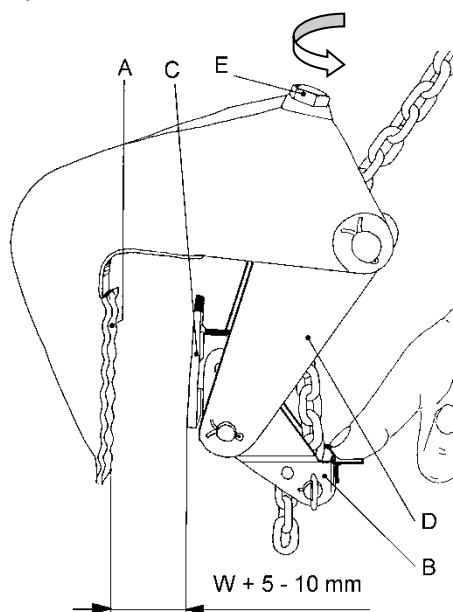
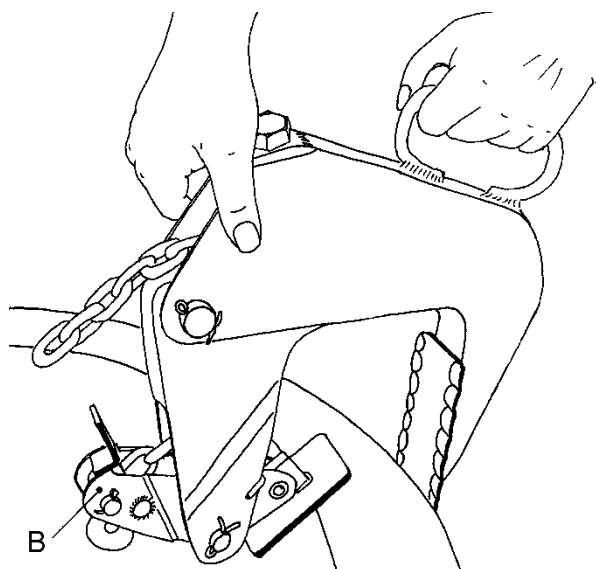

Fig. 3
Fig. 4
Aprire la pinza ruotando la vite di regolazione (E) (Fig. 3). Non superare l'ampiezza massima di apertura (vedi targhetta), poiché il dado della vite di regolazione non è fissato; pericolo di caduta! Posizionare le fascette sulla parete del tubo in modo che la leva angolare (B) si trovi all'interno (Fig. 4). Spingere la leva angolare (B) verso il basso contro la forza della molla, fino all'arresto. Avvitare la vite di regolazione (E) finché l'ampiezza **dell'apertura non supera di 5-10 mm lo spessore della parete**. L'ampiezza dell'apertura deve essere impostata allo stesso modo per tutti i morsetti.